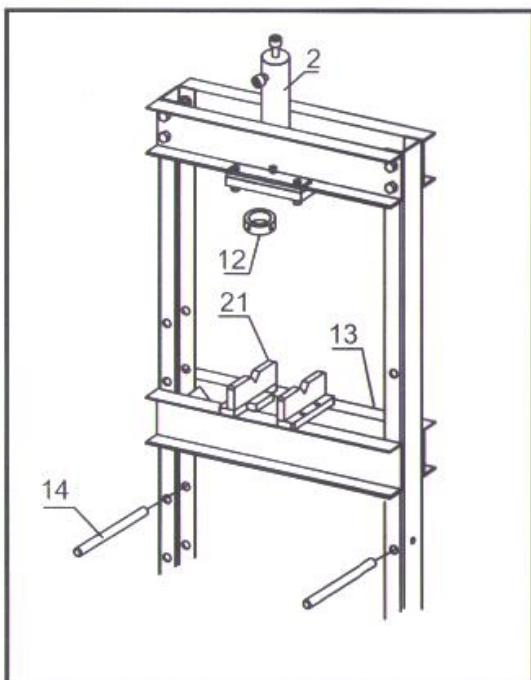

Рис. 5
Воспользуйтесь схемой стенда (рис. 5), списком деталей и схемой сборки, приведенной в данной инструкции, разложите все детали по порядку и установите их предназначение перед сборкой.
6. Закрепите силовой цилиндр (2), закрутив большую гайку (12). Сдвиньте опорные штифты (14) в отверстия в стойках. Вложите стол пресса (13) таким образом, чтобы направляющие стола вошли в стойки рамы, затем опустите стол вдоль стоек рамы на опорные штифты. Установите призмы (21) на стол пресса. См. рис. 5.